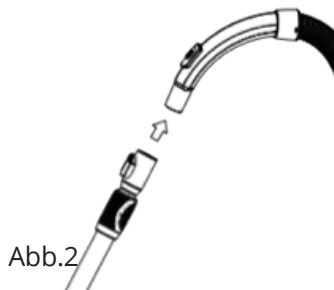

Abb.2
**Abb.2** zeigt den Anschluss des Schlauches und des Metallrohrs: